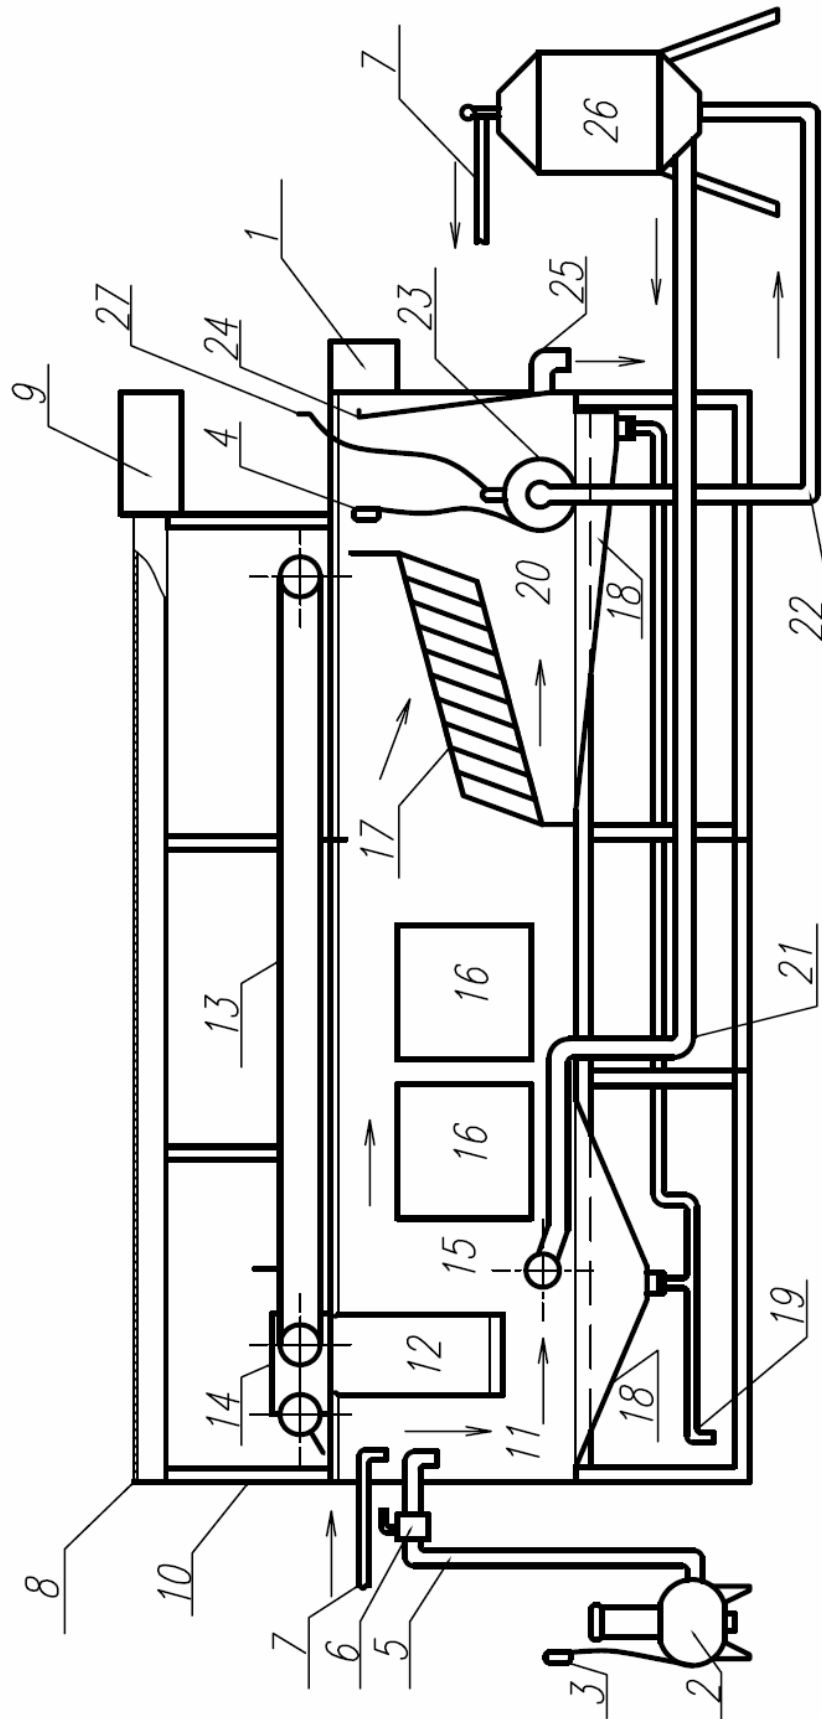

Рисунок 1. ФЛГ «Фламинго – 8М»
4. Устройство и принцип работы флотатора (см. Рисунок 1).
- 5.5. Подключение насосного агрегата через пульт управления (1) к сети ~380В должно осуществляться согласно требованиям технической эксплуатации электроустановок потребителем.
6. Подготовка к работе и порядок работы (см. Рисунок 1).